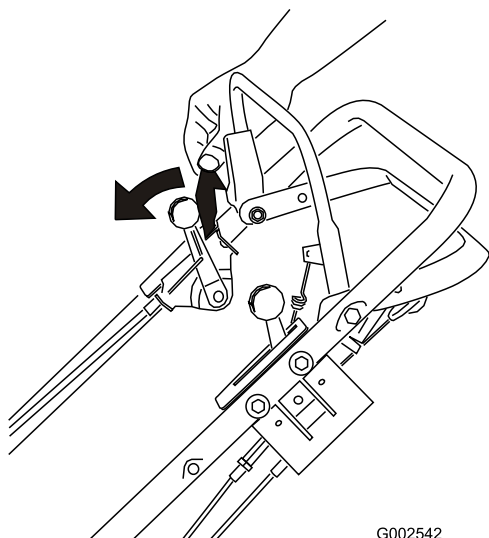

Figura 14
- Spingete in avanti il dispositivo di bloccaggio della barra di comando (Figura 14).